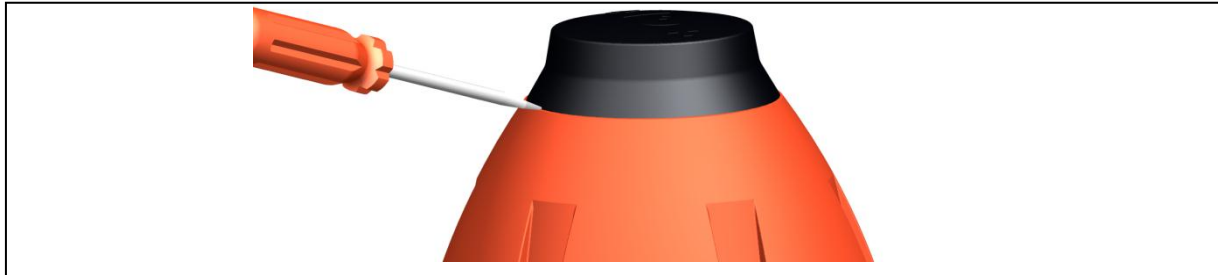

Fig. 2
- ▶ Retirar la tapa del ensamblaje superior, ver la fig. 2. Para ello meter un destornillador en la escotadura de la tapa.
Retirar la tapa del ensamblaje superior, ver la fig. 2 Utilizar un destornillador para ello.